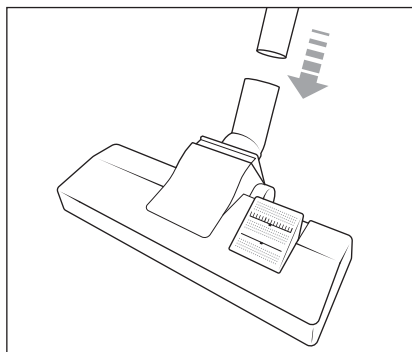

Fig. 2
- 2) Introduzca el tubo de aspiración telescópico **16** en el cepillo para suelos **14** hasta que encastre firmemente en el cepillo para suelos **14** (consulte la fig. 2).